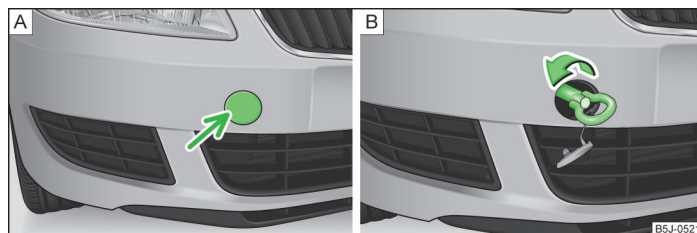

Abb. 147 Vorderer Stoßfänger: Abdeckkappe / Einbau der Abschleppöse
- ▶ Auf die linke Hälfte der Abdeckkappe im Pfeilbereich drücken » [Abb. 147 - \[A\]](#).
- ▶ Die Abschleppöse von Hand nach links bis zum Anschlag einschrauben » [Abb. 147 - \[B\]](#). Für das Festziehen empfehlen wir, z. B. den Radschlüssel, die Abschleppöse eines anderen Fahrzeugs oder einen ähnlichen Gegenstand zu verwenden, der durch die Öse gesteckt werden kann.